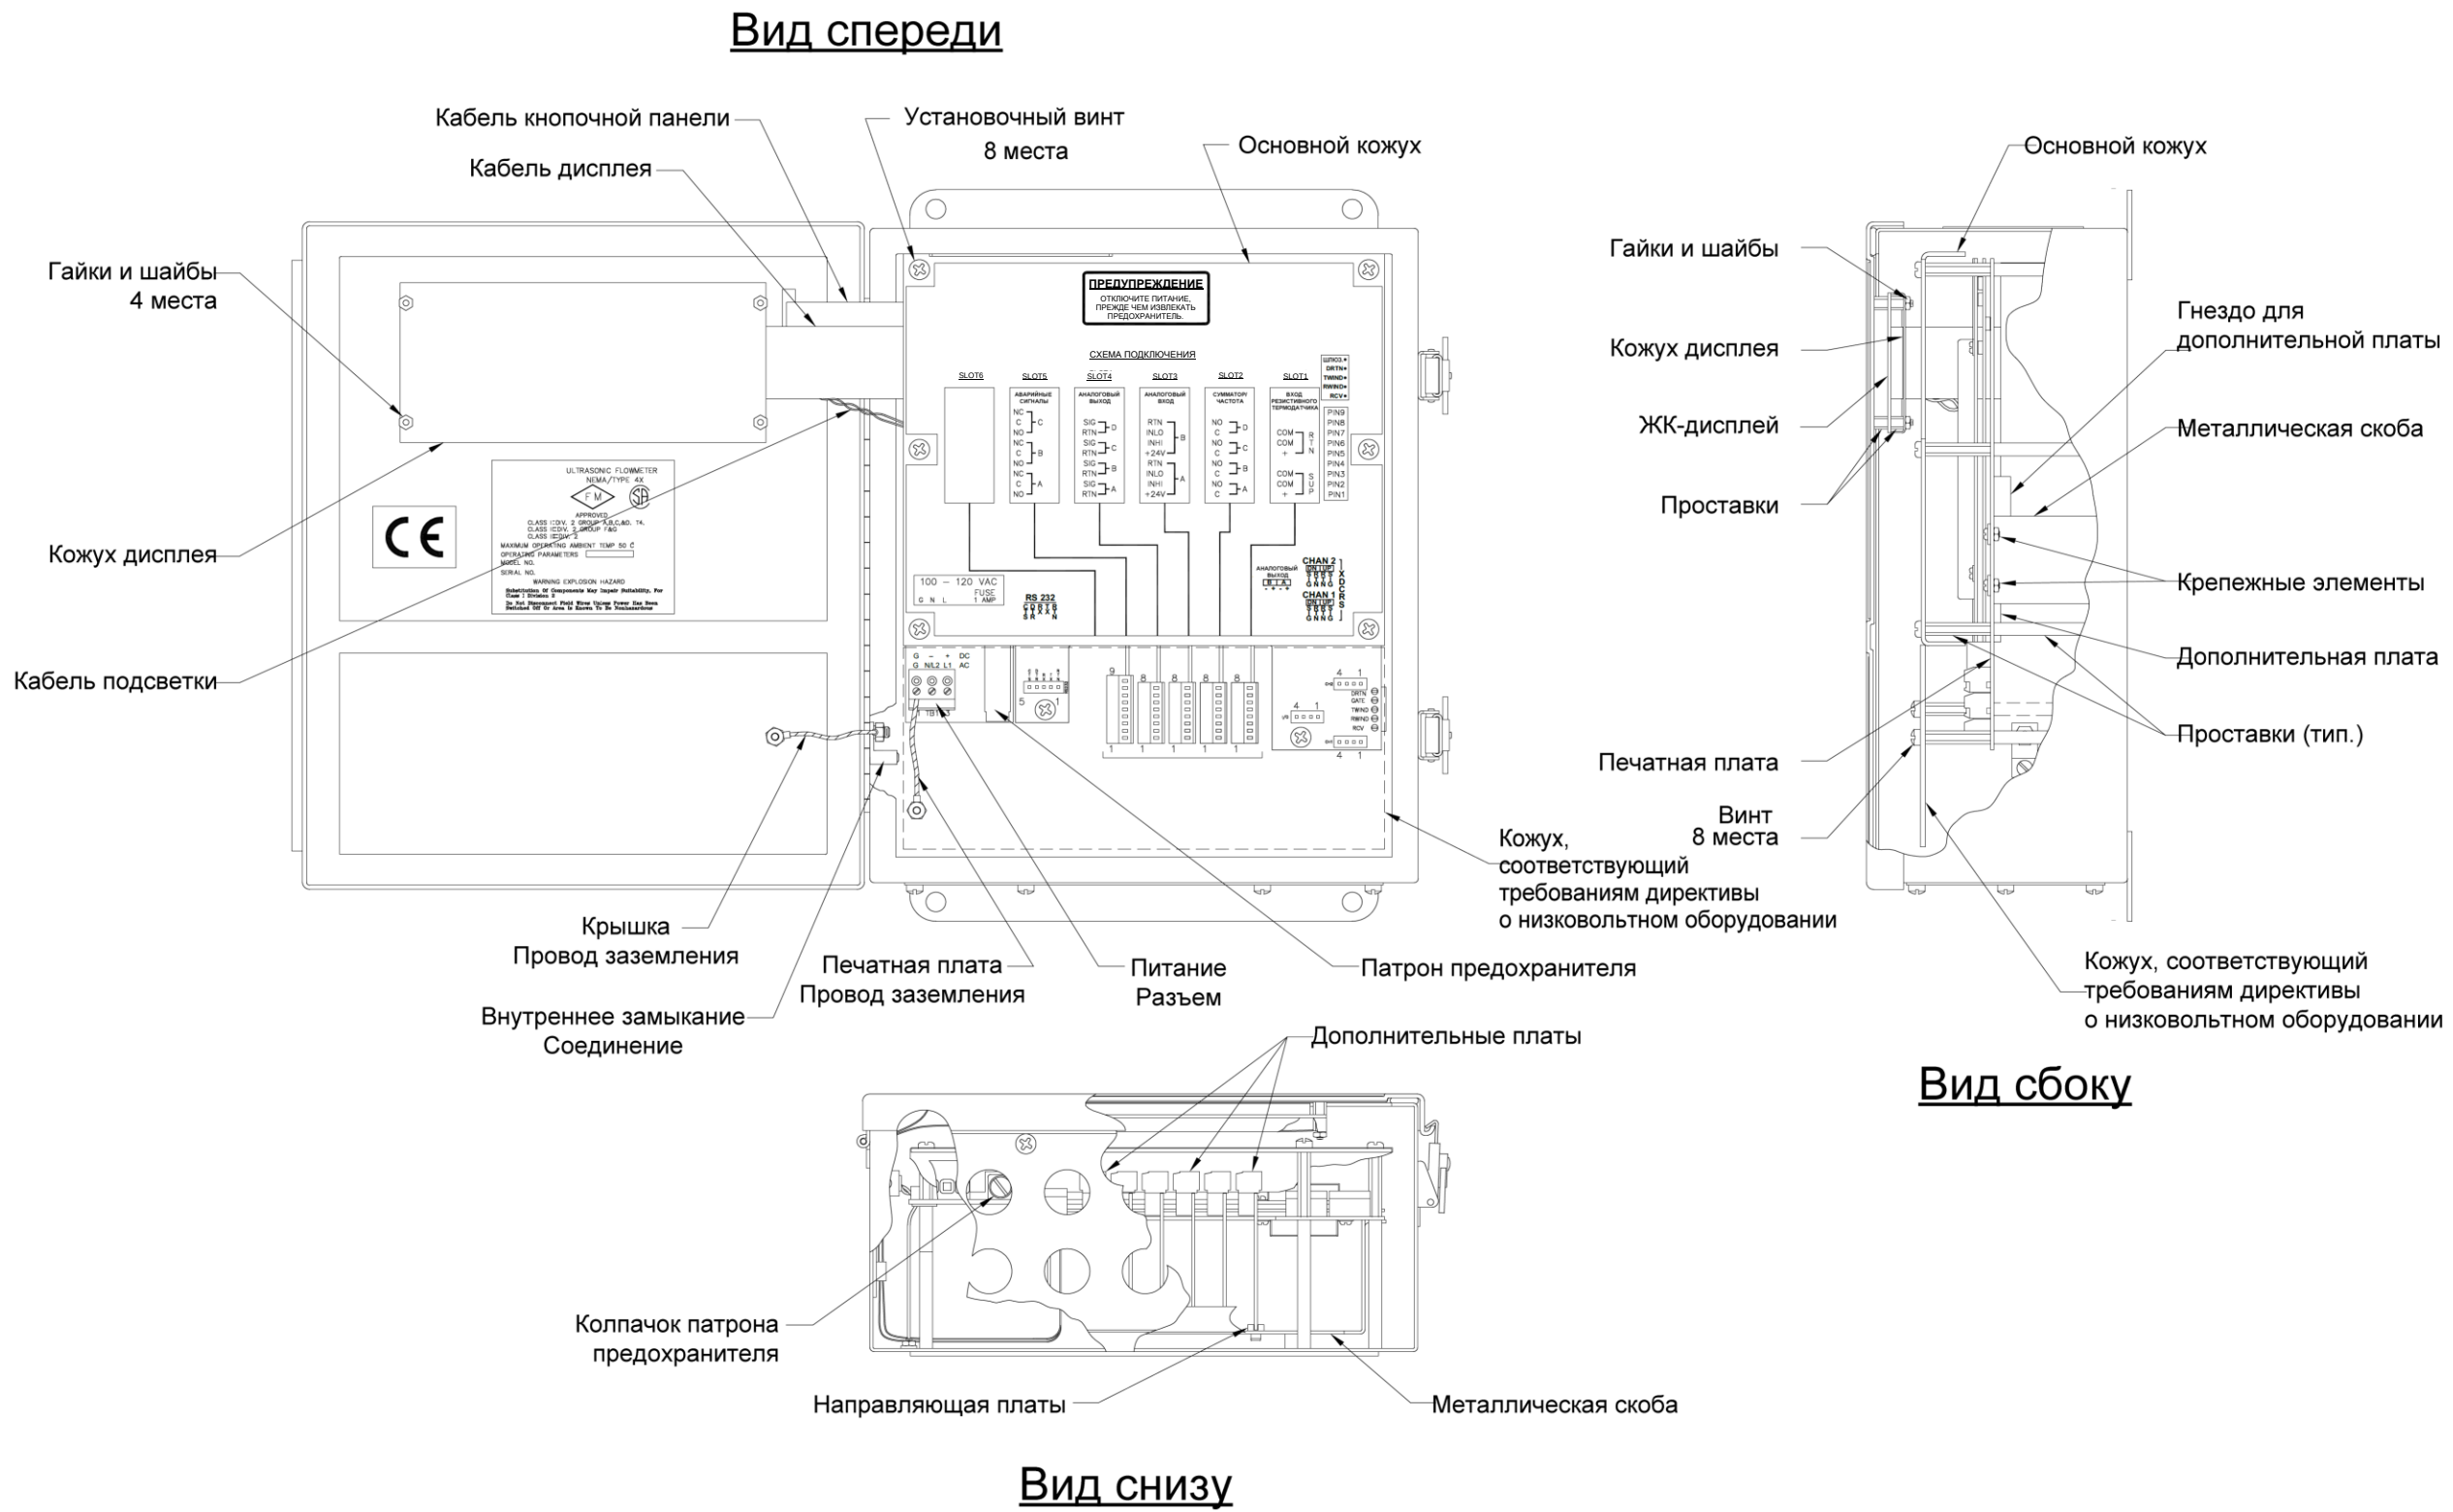
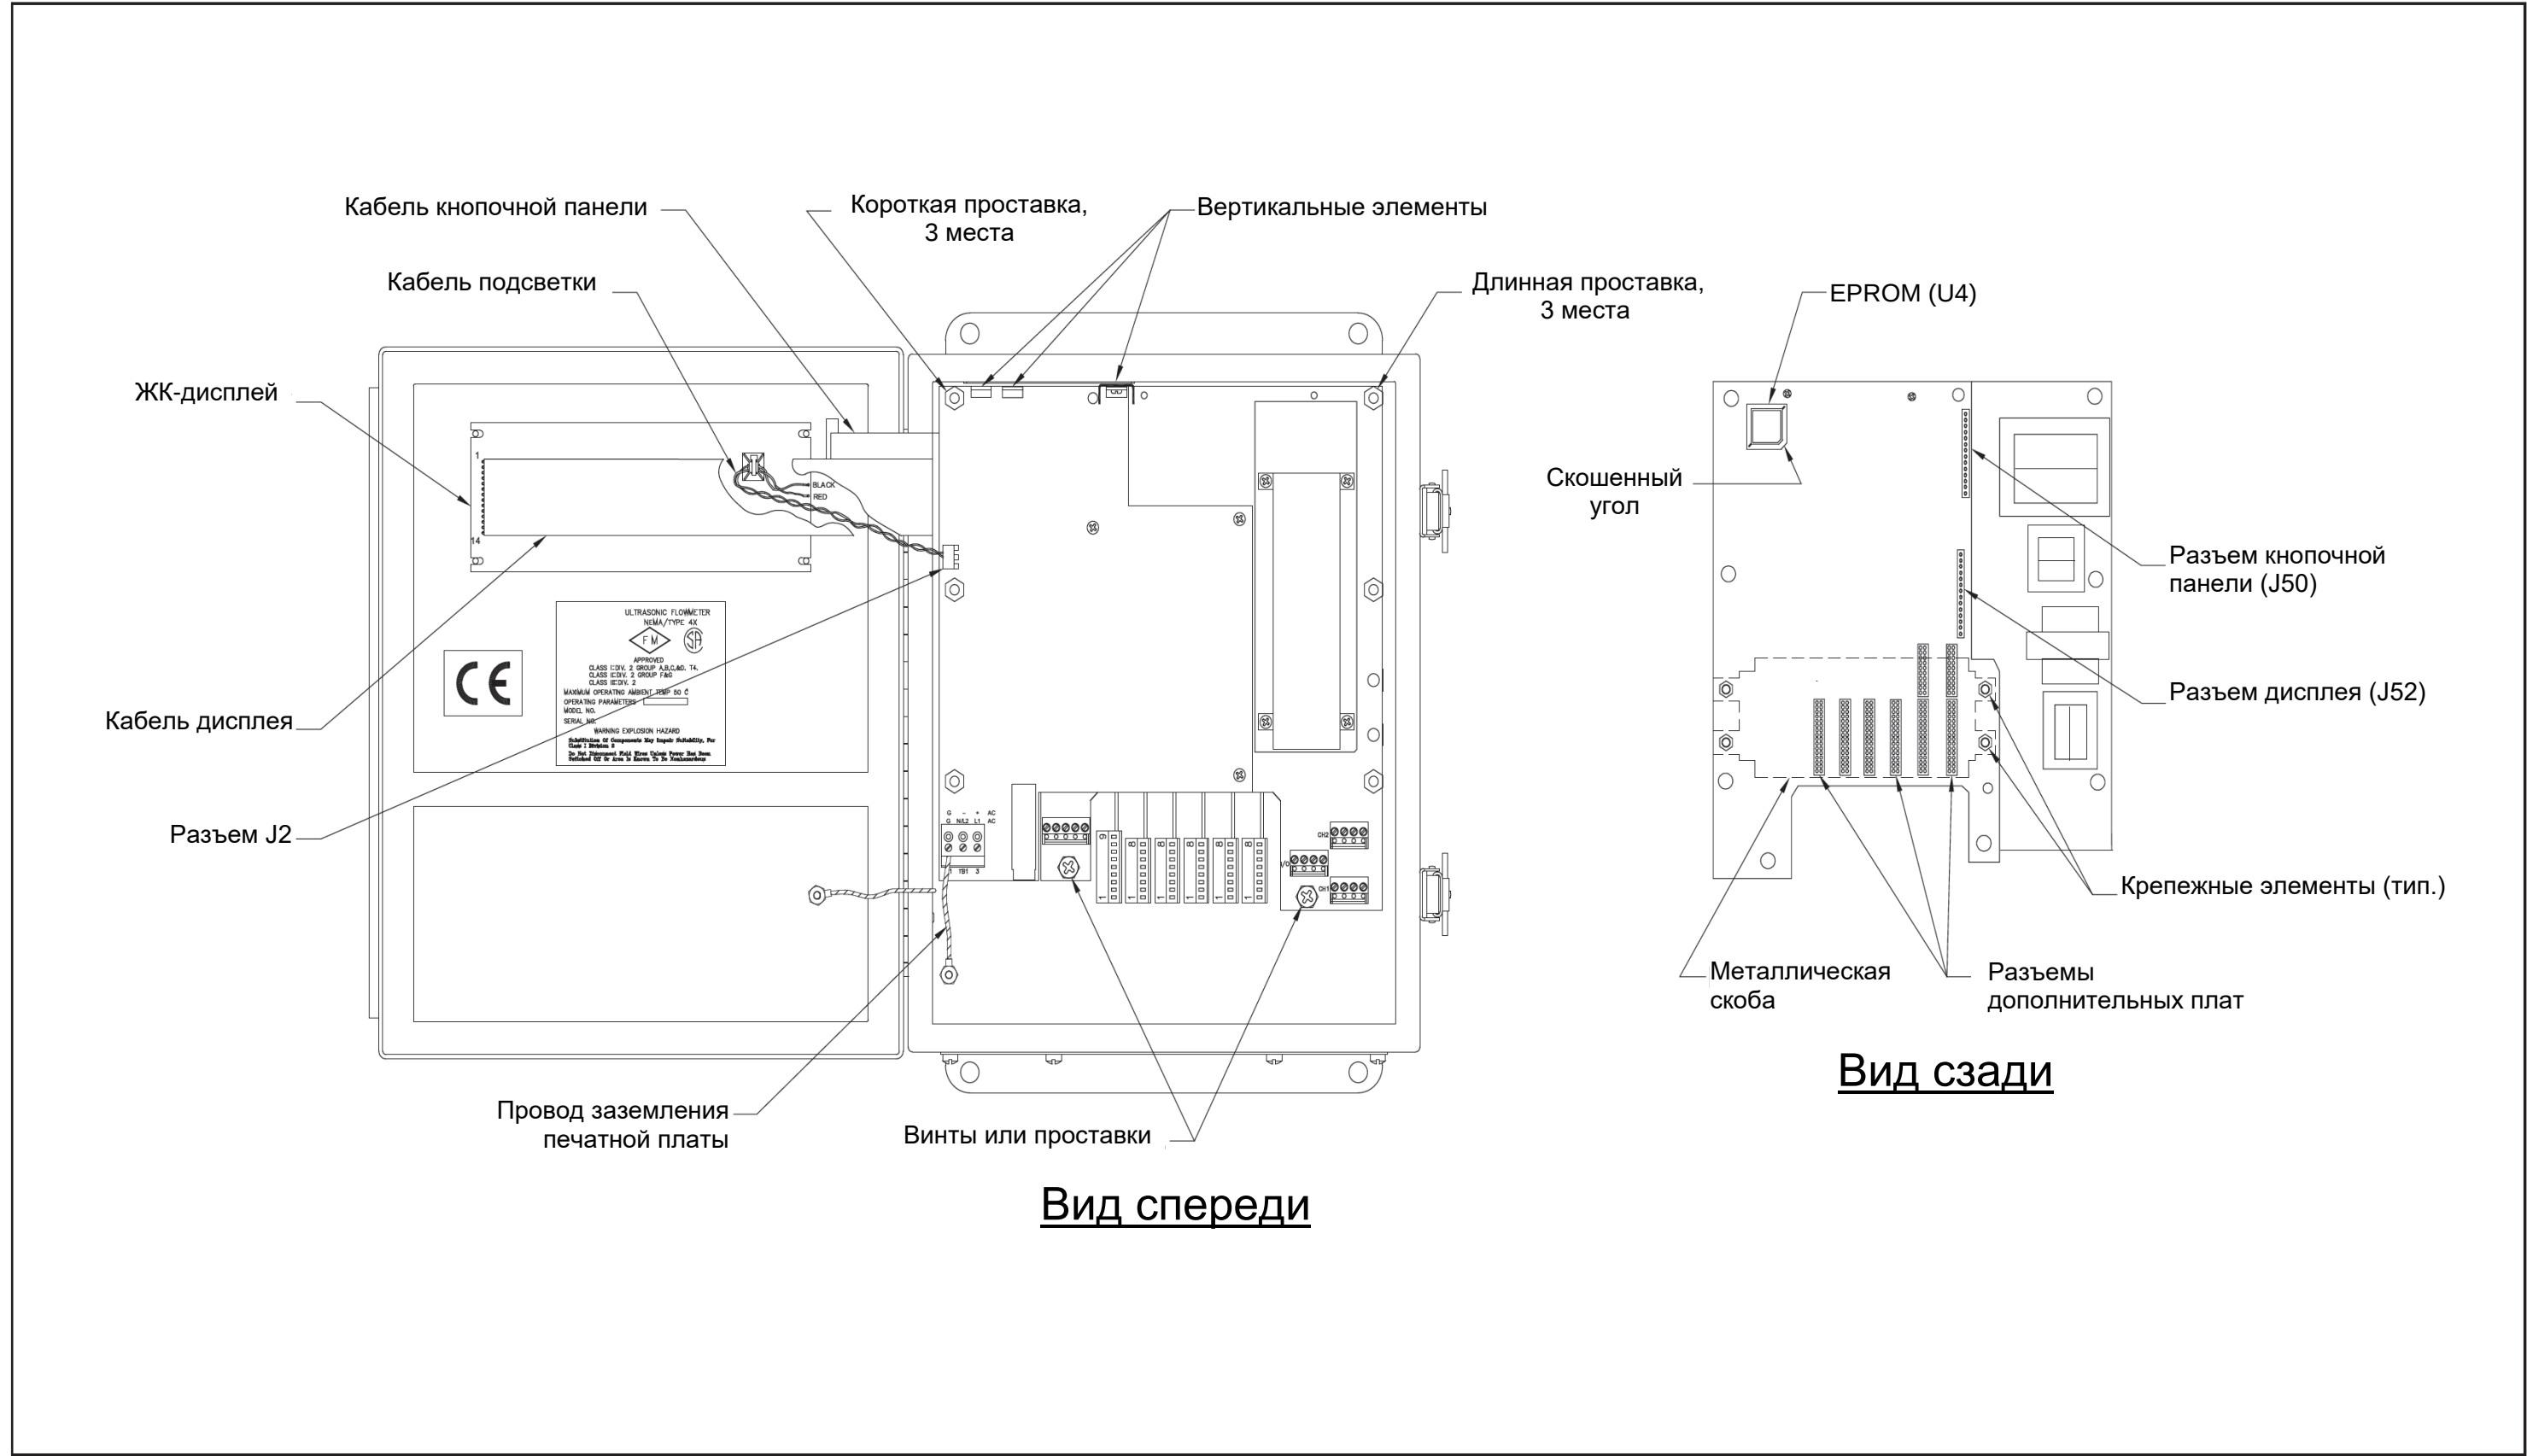

Рисунок 8: Стандартная модель GF868 – Консоль электронного модуля в сборе
Рисунок 9: Стандартная модель GF868 – печатная плата в сборе
Все остальные процедуры технического обслуживания, описанные в этой главе, требуют снятия печатной платы. Для данной задачи воспользуйтесь рис. 8 на стр. 37 и рис. 9 на стр. 38, выполняя следующие действия:
При выполнении данной процедуры соблюдайте особую осторожность, чтобы не повредить установленные вертикально элементы вдоль верхнего края печатной платы (см. рис. 9 на стр. 38). Грубое или многократное сгибание этих элементов ломает их провода.
Пользовательская программа модели GF868 хранится в микросхеме стираемой программируемой постоянной памяти (EPROM). EPROM, обозначенное как элемент **U4**, находится в верхнем левом углу тыльной стороны печатной платы. Вид печатной платы сзади см. на рис. 9 на стр. 38. Замена EPROM может потребоваться для замены неисправной микросхемы или для перехода к более новой версии программного обеспечения. Чтобы заменить EPROM, выполните следующие шаги:
Для установки дополнительной платы используйте рис. 9 на стр. 38 и выполните следующие шаги:
5. Установите металлическую скобу поверх дополнительных плат. При этом следите, чтобы все дополнительные платы были совмещены с пластмассовыми направляющими плат на скобе. Закрепите металлическую скобу на печатной плате предоставленными защелкивающимися заклепками. Установленный узел показан на рис. 8 на стр. 37.
Измерения модели GF868 отображаются на графической панели ЖК-дисплея с двумя отдельными областями. Обычно ЖК-дисплей надежно служит долгие годы, но при необходимости его легко заменить на месте эксплуатации. В случае замены ЖК-дисплея изучите расположение элементов на рис. 8 на стр. 37 и выполните следующие шаги:
4. Установите новый ЖК-дисплей в сборе на крепежные штифты на крышке консоли и закрепите его на месте четырьмя проставками. Убедитесь, что ЖК-дисплей расположен так, как показано на рис. 9 на стр. 38.
Если печатная плата извлекалась для замены или для проведения одной из процедур, описываемых в данной главе, завершающим шагом в процедуру будет установка этой платы. См. рис. 8 на стр. 37 и выполните следующие шаги:
1. Расположите печатную плату внутри консоли электронного модуля так, чтобы ее верхний край был наклонен вперед. Вставьте разъемы ленточного кабеля дисплея и ленточного кабеля кнопочной панели в свои гнезда на тыльной стороне печатной платы. Кабели и гнезда обозначены на рис. 8 на стр. 37 и рис. 9 на стр. 38. Обратите внимание, что кабель кнопочной панели подключается к верхнему гнезду, а кабель дисплея подключается к нижнему гнезду.